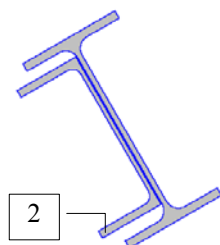

Рис. 59. Сечение после установки первого швеллера
- ✎ нажать кнопку **Поставить**; на чертеже появится швеллер [2] (рис. 59). После установки швеллера будет выдано сообщение о пересечении его с двутавром (см. раздел «Пересечение элементов сечения»). В данном примере это вызвано тем, что швеллер вышел за границу плоской части стенки двутавра. В примере это пересечение можно игнорировать;